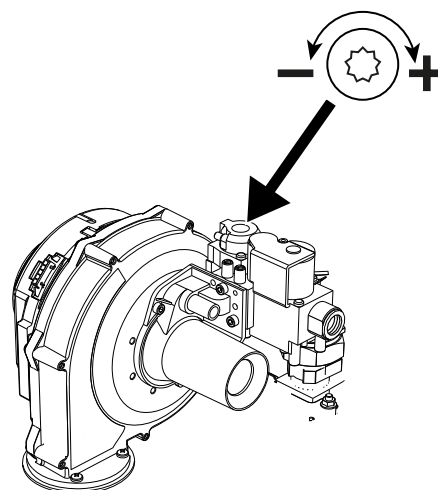

fig. 96 - Vite di regolazione della minima portata OFFSET
- Nel caso in cui i valori non corrispondano a quelli indicati, regolare la CO₂ attraverso la vite di regolazione, OFFSET (vedi fig. 96), riportandoli a quelli indicati.